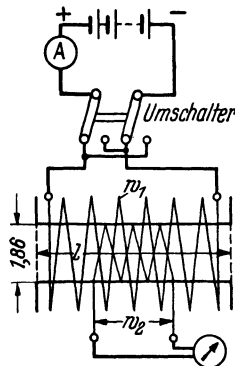

Abb. 54. Erläuterungsskizze zu Aufgabe 137.
**137.** Durch eine Spule von  $w_1 = 2743$  Windungen und 40 cm Länge wird ein Strom geschickt. In der Mitte dieser Spule sind  $w_2 = 100$  Windungen von 1,86 cm Durchmesser aufgewickelt, die mit einem ballistischen Galvanometer von  $15 \Omega$  einschließlich des Widerstandes der 100 Windungen verbunden sind. Welche Elektrizitätsmenge fließt durch das Galvanometer, wenn der Strom von  $i = 2$  [1,5] A durch den Umschalter gewendet wird? Wie groß ist die Galvanometerkonstante bei 12 [8] Teilen Ausschlag? (Abb. 54.)